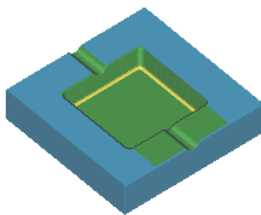

图 4.7.8 2D 仿真结果
Step2. 在“单刀路清根”对话框中单击“确认”按钮 , 在系统弹出的“刀轨可视化”对话框中单击 **2D 动态** 选项卡, 单击“播放”按钮 , 即可演示 2D 仿真加工, 完成演示后的模型如图 4.7.8 所示, 仿真完成后单击 **确定** 按钮, 然后在“单刀路清根”对话框中单击 **确定** 按钮, 完成操作。